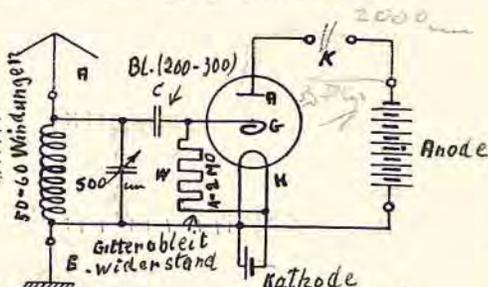
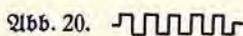

Abb. 19. Empfänger mit Gittergleichrichtung (Audion).
Abb. 20. Sinnbild für Widerstände ohne Selbstinduktion.
2. Vor das Gitter wird ein Blockkondensator gelegt (Abb. 19, C).
Hier wird die Demodulation durch sog. Gittergleichrichtung bewirkt. Diese Schaltung bezeichnet man als *Audion*. Sie ist für einen Einröhrenempfänger dem Richtverstärker vorzuziehen, da sie empfindlicher ist. Der Kondensator soll 200—300 cm Kapazität haben. Die entstehende Gitteraufladung muß durch einen hohen Widerstand in Stabform abgeleitet werden (Abb. 19, W; Sinnbild Abb. 20).
1 Widerstände, welche für Gleich- und Wechselstrom denselben Widerstand haben, heißen Ohmsche Widerstände. Das Sinnbild zeigt Abb. 20. Die Einheit für den Widerstand ist das Ohm (abgekürzt O oder Ω). 1 000 000 Ohm = 1 Meg-Ohm (abgekürzt MO).